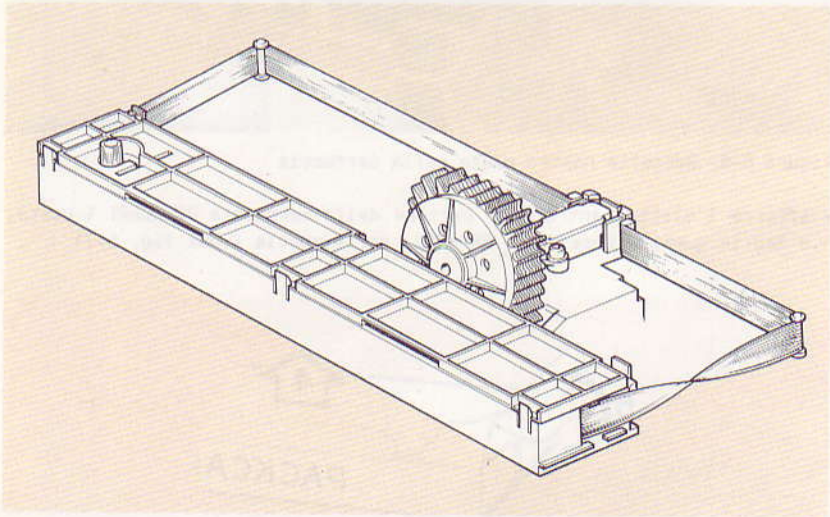

Figura 5-9 Percorso nastro inchiostroato
- prende la nuova cartuccia PACKCART 1 di nastro inchiostro e la posiziona nel contenitore, facendo passare il nastro inchiostro tra i rullini di trascinamento e quelli di guida, secondo il percorso indicato in figura 5-9; chiude il coperchio del contenitore, avvicinando così i rullini di trascinamento e la paletta di tensionamento nastro (vedi fig. 5-8)
- se presente l'HR 1451 per il trattamento di carta in rotolo, la carta viene introdotta dal retro della PR 1450, seguendo la procedura descritta (vedi figura 5-9). Nella regolazione laterale dell'HR 1451 in base alla larghezza dei rotoli, si tenga presente che il microinterruttore di segnalazione fine carta è posto al centro della barra di contrasto stampa e quindi per il suo funzionamento è necessario che almeno un bordo della carta passi sopra il microinterruttore stesso.